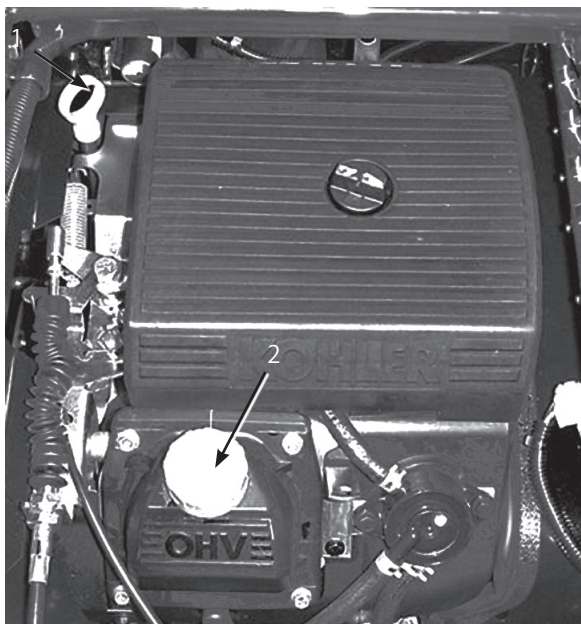

図5
2. ディップスティックを抜き、ウェスで一度きれいに拭く(図5)。ディップスティックを、チューブの根元までもう一度しっかりと差し込む。引き抜いて油量を点検する。
3. 油量が少なければ、バルブ・カバーの上についている補給口(図5)を開け、ディップスティックの Full マークまでオイルを補給する；オイルの種類や粘度の選択については32ページのエンジン・オイルについてを参照。補給するときは、ディップスティックで確認しながら少量ずつ入れる。入れすぎないこと。